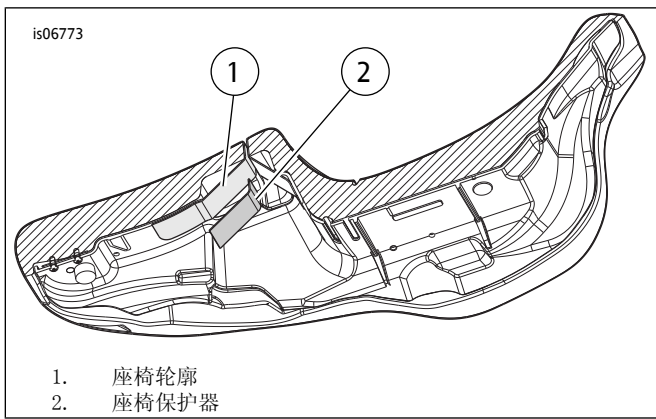

图12。座椅下侧
- 参见图12。请注意,座椅保护器(2)的表面形状可覆盖座椅轮廓并使保护器能够更好地适应座椅轮廓(1)。